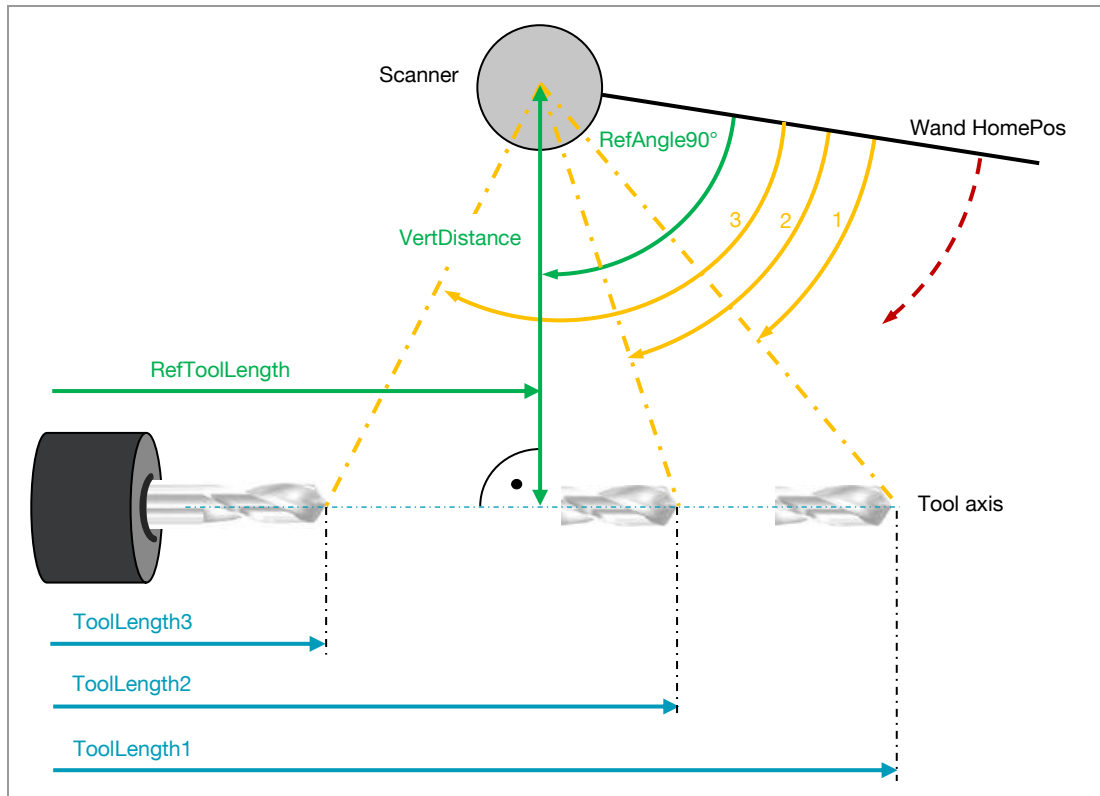

Fig. 1-6: 3-Tool-Setup-Mode
- Fig. 1-6: 3-Tool-Setup-Mode10